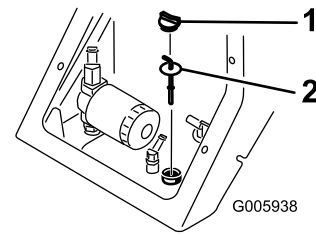

Bild 39
4. Reinigen Sie den Bereich um den Füllstutzen des Hydraulikbehälter (Bild 39).
5. Nehmen Sie den Deckel des Füllstutzens ab und prüfen Sie den Ölstand am Peilstab (Bild 39).